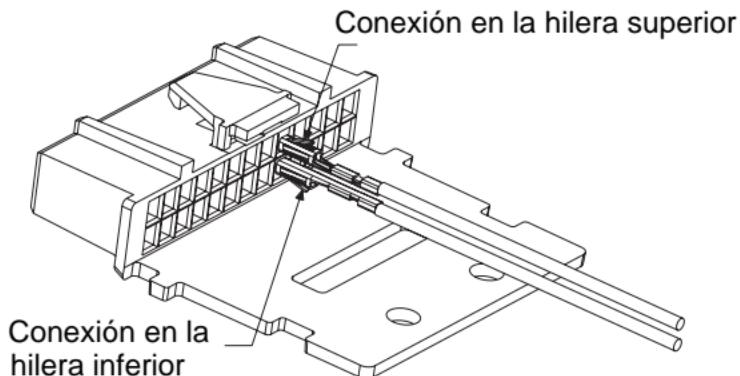

Figura 2 Orientación del terminal
7. Inserte los contactos en las ubicaciones #9 y #10 del conector de accesorios, como se indica en la Figura 2.